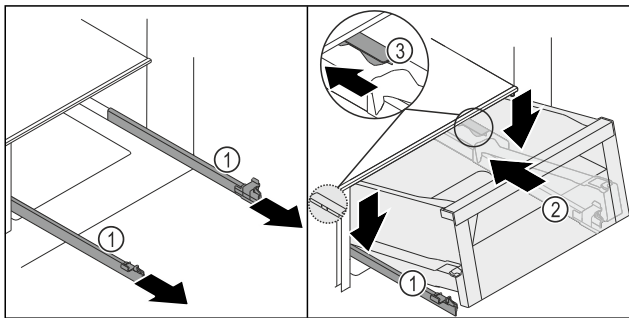
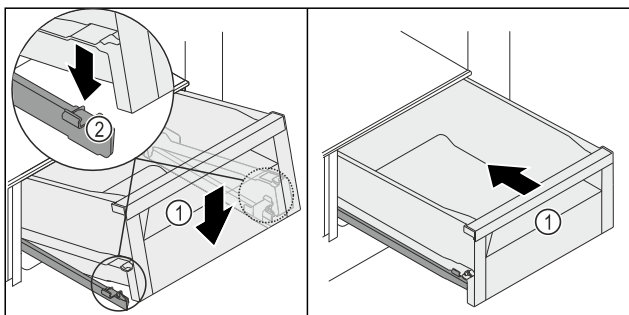

Fig. 245
Fig. 246
- ▶ Удерживая направляющие Fig. 245 (1), установите выдвижной ящик Fig. 245 (2) сверху за ограничителем хода Fig. 245 (3) на направляющие Fig. 245 (1).
- ▶ Установите выдвижной ящик Fig. 245 (2) на направляющие Fig. 245 (1) и задвиньте до конца назад.
- ▶ Опустите выдвижной ящик Fig. 245 (2) вперед, чтобы он установился слева и справа в зажим Fig. 246 (2).
- ▶ Выдвижной ящик Fig. 246 (1) зафиксируется со характерным щелчком.
- ▶ Вдвиньте выдвижной ящик Fig. 246 (1).